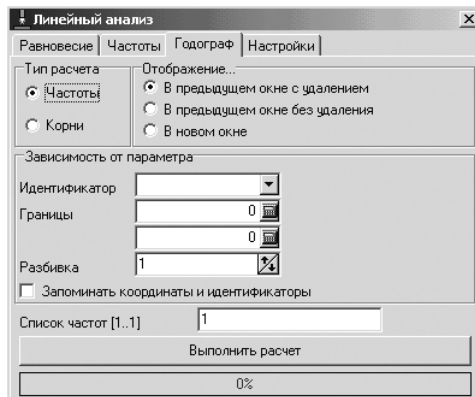

Рис. 1.48. Диалоговое окно **Линейный анализ** с открытой вкладкой **Годограф** и включенным флажком **Частоты**
- щелкните в диалоговом окне **Линейный анализ** по вкладке **Годограф**. Откроется соответствующая вкладка, см. рис. 1.48;